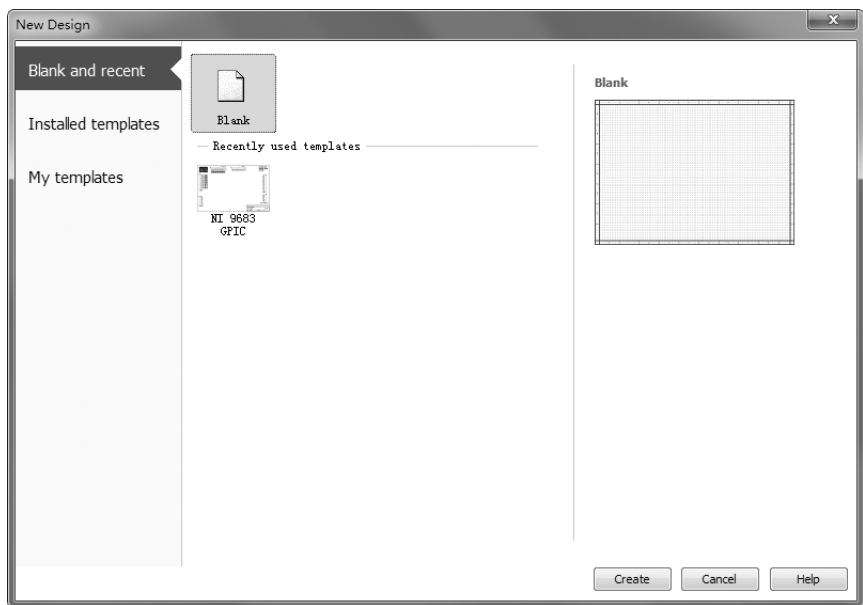

图 5-65 新建 PCB 项目文件
2) 单击“标准”工具栏中的“新建”按钮 ，弹出“New Design”（新设计文件）对话框，选择“Blank and recent”选项，如图 5-65 所示。单击  按钮，创建一个 PCB 项目文件。